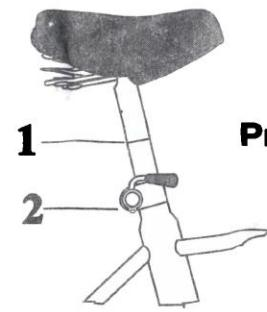

Рис.4
ВНИМАНИЕ! При установке седла не допускается выдвижение седлодержателя за пределы ограничительной метки в виде кольцевой канавки или риски 1 (Рис. 4).
2. Вставьте штырь с седлом в седлодержатель и установите седло на желаемую высоту (рис. 4), для этого ослабьте зажим 2 болта стяжного хомута седлодержателя, повернув его рукоятку на 180°. После чего переместите штырь в подседельной трубе до нужного положения, и затяните зажим.